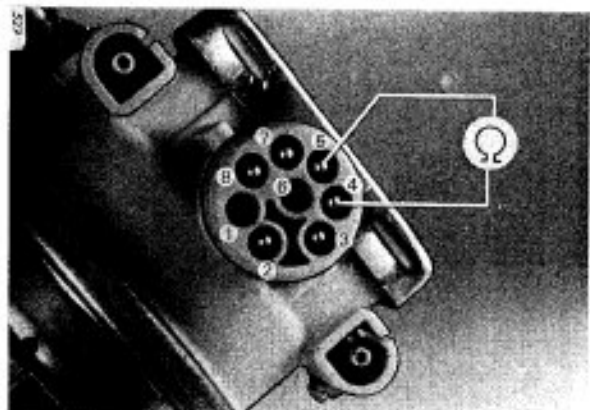

Bild 15
6.3 Potentiometer (Bild 15, 16)
a. Gesamtwiderstand (Bild 15)